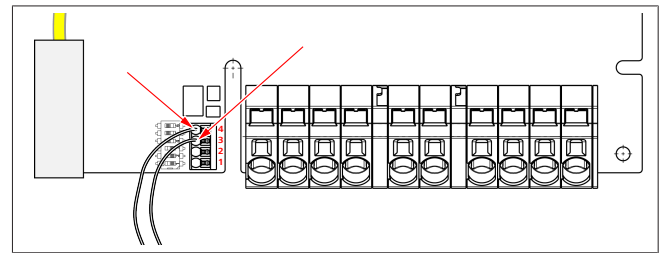

Fig. 9
Il comando potenza attiva secondo la direttiva conforme a VDE AR-4100 dovrebbe essere collegato come descritto di seguito: I due cavi del ricevitore di segnali di comando centralizzati devono essere inseriti in questo connettore in posizione 3 e 4 (v. Fig. 9). L'assegnazione (sequenza) di entrambi i cavi alle pos. 3 e 4 si può scegliere liberamente (sezione max del cavo 1,5 mm2).